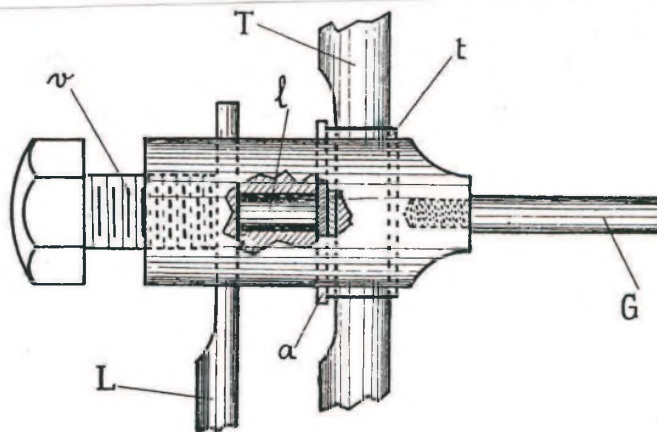

Fig. 15. Gezicht op de wijze van bevestiging van de contactpendrager, waarbij het middendeel open is gelaten om het klemmechanisme te laten zien.
84.- Een onderdeel *p* dat vast zit aan de spoel dient als steun voor de messing staaf van de slinger, terwijl het andere eind van deze staaf door middel van een boutje *v* vastzit aan de pendrager P. Deze bout verzekert tegelijkertijd de bevestiging van de pendrager aan de stalen slingerstaaf dankzij een cilindrisch staafje *l* (fig 15) dat in het verlengde van het schroefgat van de bout *v* zit. Dit staafje dat aangedrukt wordt door de bout drukt de pendrager op de slingerstaf door middel van een plaatje *a* en de fiberhuls *t* die de slingerstaaf electrisch isoleert van de pendrager.